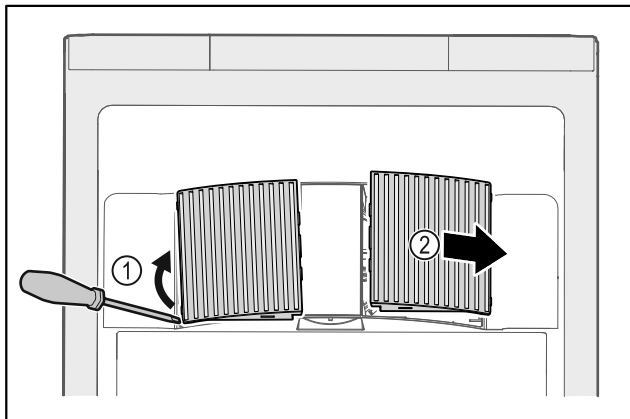

Fig. 161
- Nxirrni jashtë duke i ngritur lart me kujdes kapakët mbulues të ventilatorit nga anash Fig. 161 (1) dhe hiqini nga përpara Fig. 161 (2).